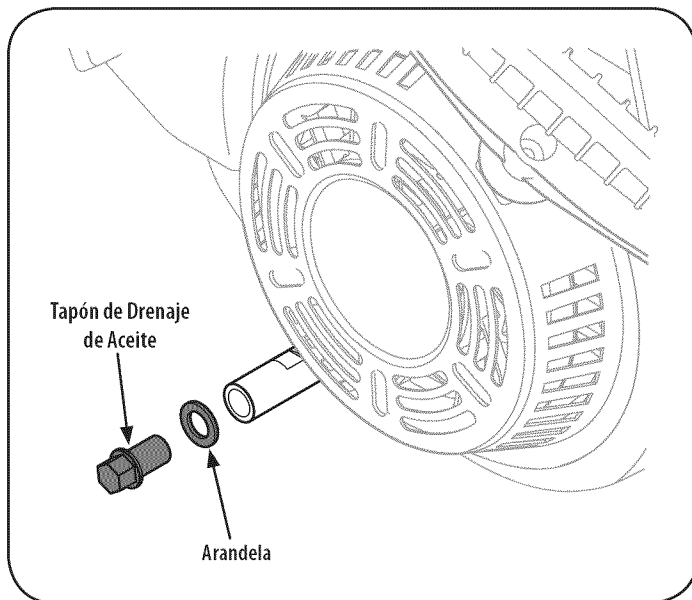

Figura 19
3. Retire el tapón de drenaje de aceite. Vea la Figura 19.